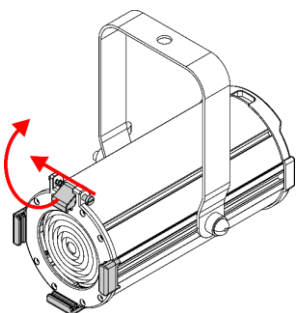

Fig. 10
- 01) Empuje el **tornillo con resorte (01)** y al mismo tiempo levante el **clip para el soporte de filtros de colores (02)** y dele la vuelta hacia atrás (véase la Fig. 10).